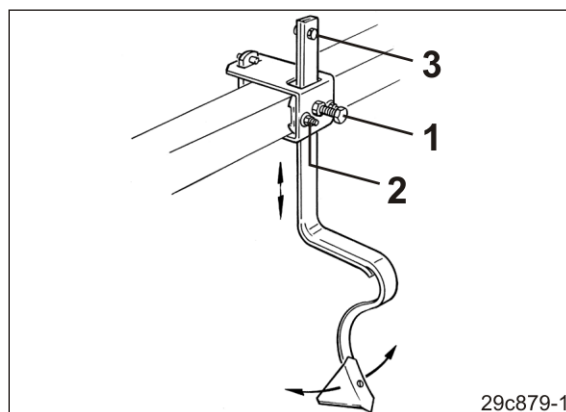

Fig. 185
- 1.1 Solte a contraporca e o parafuso sextavado (Fig. 185/1).
- 1.3 Solte duas porcas (Fig. 185/2) e gire o eliminador de sulcos da roda do trator.
Os parafusos de segurança (Fig. 185/3) evita a perda do eliminador de sulcos quando o parafuso de fixação se soltar.